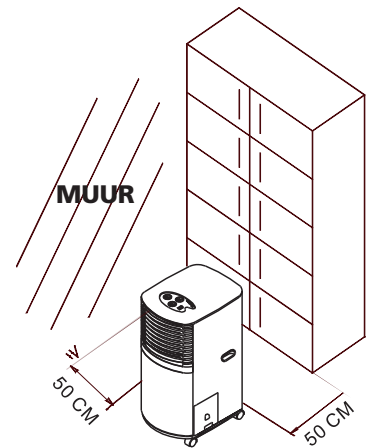

fig. 4
- Zorg voor minstens 50 cm vrije ruimte tussen de unit en muren, meubelen en gordijnen (fig. 4).